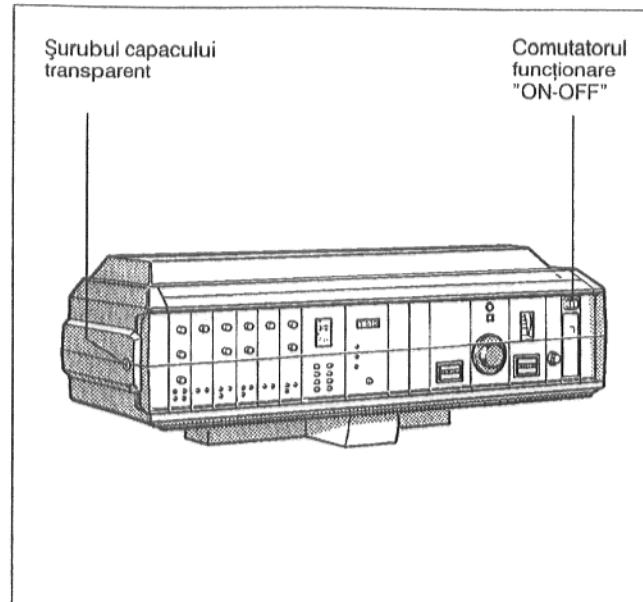
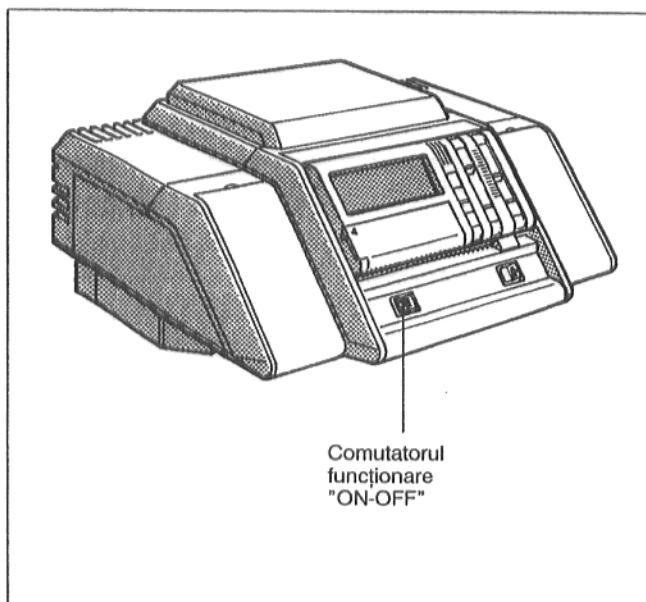

Fig. 36: Aparat de reglare HS 332x
Fig. 38: Aparat de reglare HS 4201
Șlițul șurubului capacului transparent al aparatului de reglare (Fig. 36) se aduce în poziție orizontală, de exemplu cu ajutorul unei monede. Capacul transparent se va ridica înainte.
- Comutatorul funcționare (Fig. 36 - Fig. 38), la ca-zanele duble se va aduce la ambele aparate de reglare pe poziția 0 (OFF).